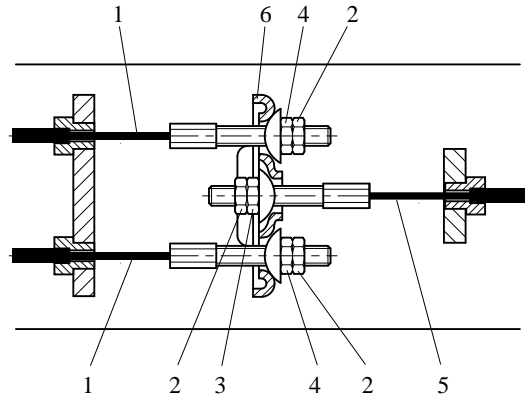
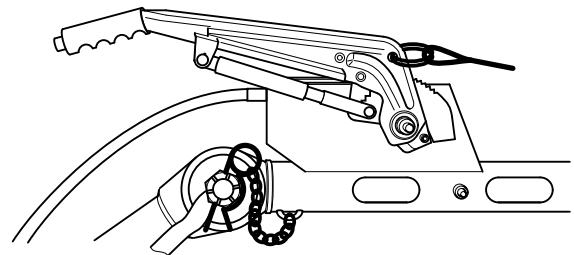

Fig. 5.7 Arrangement bremsekabler
Fig. 5.8 Håndbremsegreb nede - bremse ikke aktiveret
Kontroller udlignerens position (fig. 5.7, 6) med parkeringsbremsen aktiveret.
Fjern låsestiften (4). Eliminér frigang i bremsekabler. Check alle låsemøtrikker (fig. 5.7,2).
1. Med trækøjet trukket helt ud og håndbremsen trykket ned (fig. 5.8) løsnes låsemøtrikkerne (fig. 5.7, 2). Justeringsmøtrikkerne og bremsekabelmøtrikkerne (fig. 5.7, 4) drejes med uret, indtil der ikke er slæk i bremsemekanismen. Udligner (fig. 5.7, 6) skal være vinkelret på hovedbremsekablet (fig. 5.7, 5).
2. Aktiver håndbremsen nogle gange og gentag justeringen. Møtrikkerne låses med låsemøtrikker (fig. 5.7, 2). Fjern hejseværk og klodser.